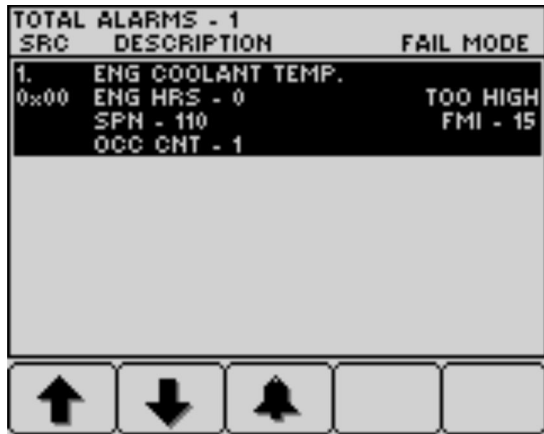

Figure 44
- Appuyez sur les boutons 1 à 5 pour afficher la liste des anomalies actives (Figure 44).
4. Appuyez sur les boutons 1 à 5 pour afficher la liste des anomalies actives; voir Figure 44 sous Messages d'avertissement du moteur \(page 43\).